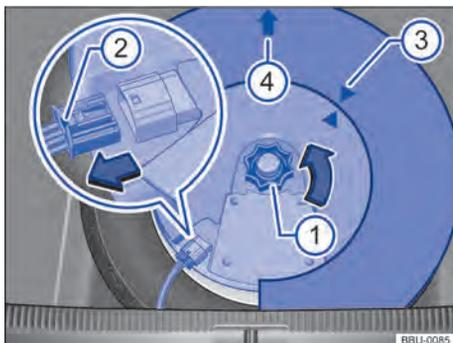

Fig. 184 No compartimento de bagagem: desinstalar o subwoofer (variante 2).
- Colocar o subwoofer cuidadosamente na base do aro. Assim, a ponta do símbolo da seta "FRONT" → Fig. 184 ④ no subwoofer deve indicar para frente.
- Verificar se a ponta da seta no subwoofer coincide com a ponta da seta nas ferramentas de bordo ③.
- Introduzir o conector até que o travamento ② encaixe no lugar de forma audível.
- Girar o manipulador ① no pino rosqueável no sentido contrário ao da seta até que o subwoofer esteja preso com segurança.